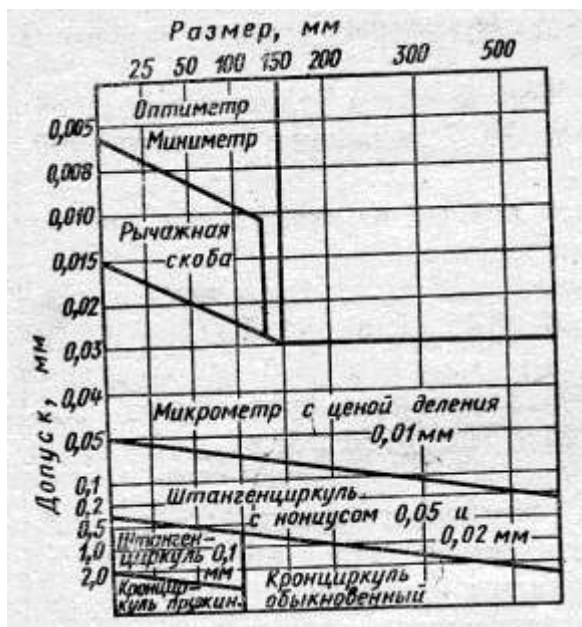
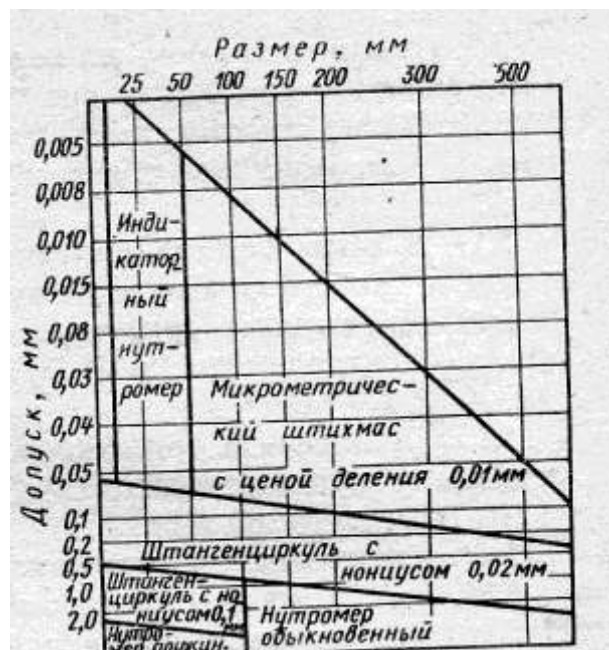

рис. 4.1
рис. 4.2
2. Произвести ориентировочный выбор измерительного инструмента по рис. 4.1 или рис. 4.2.